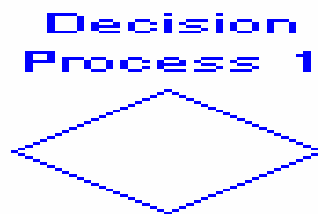

Рис.2.54
**Ромбоидальное определение процесса (РОП)** – это механизм для управления запутанными схемами, связанный с представлением определения процессов внутри модели. С помощью этого блока можно скрыть сложность определенных правил, направляя потоки в своеобразный «черный ящик» (на самом деле, бледно-лиловый ромб, Рис.2.54). Внешне можно увидеть входные и выходные потоки, связанные с этим блоком. При желании можно просмотреть и те связи, которые находятся внутри блока.